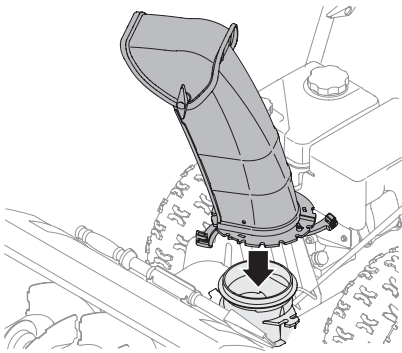

Figura 2-17
1. Ubique el conjunto del canal sobre la base. Consulte Figura 2-17.
3. Se deben alinear los orificios que están en el extremo del conjunto del control direccional del canal que no está sujeto con los orificios de la junta universal que está sujeta al conjunto del control direccional del canal inferior. Inserte el pasador de chaveta (a). Consulte Figura 2-17. Si es necesario, se puede ajustar el soporte que sujeta el conjunto del control direccional del canal inferior a la base del canal. Consulte Ajuste del soporte del canal en la sección Servicio de la página 25.